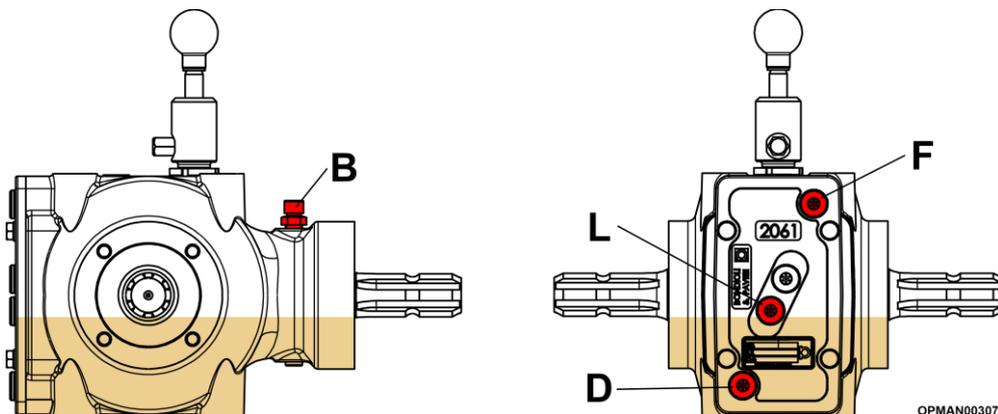

Abbildung 5.2 - Getriebe am Trident
Zum Ablassen des Öls ist jedes der Getriebe mit einer **Ablassschraube** ausgestattet. Die Lage der Ablassschraube ist in Abbildung 5.2 (D) dargestellt. Besteht die Möglichkeit, das Öl aus dem jeweiligen Getriebe abzusaugen, kann der Ölwechsel stattdessen über die Einfüllöffnung/Peilstab erfolgen, siehe Abbildung 5.2 (F).
Das Getriebe sollte kein zusätzliches Schmiermittel benötigen, es sei denn, das Gehäuse ist gerissen oder eine Dichtung ist undicht. Es wird empfohlen, den Ölstand **jeden Tag vor dem Betrieb zu überprüfen**. Zusätzliches oder neues Öl sollte **bei entfernter Füllstandsschraube** durch die **Einfüllöffnung** eingefüllt werden, siehe Abbildung 5.2 (L). Füllen Sie so lange Öl nach, bis es aus der Einfüllöffnung austritt, **bevor Sie die Maschine in Betrieb nehmen**. In der Mitte des Getriebes befinden sich zwei Löcher. Die Füllstandsschraube ist immer der untere der beiden Schrauben. Ziehen Sie alle Stopfen wieder an, bevor Sie die Maschine benutzen.